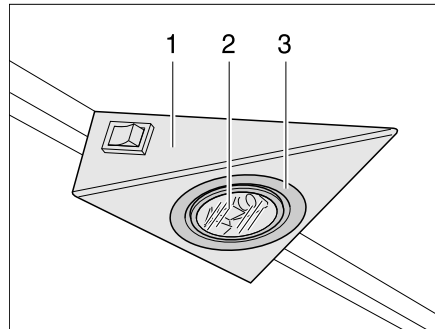

Bild 255 Halogeneinbauleuchte
Die Halogeneinbauleuchte ist in einem Gehäuse (Bild 255,1) versenkt eingebaut.
- Inneren Abdeckring (Bild 255,3) mit einem Schraubendreher vom Gehäuse lösen.
- Halogenleuchte (Bild 255,2) entfernen.